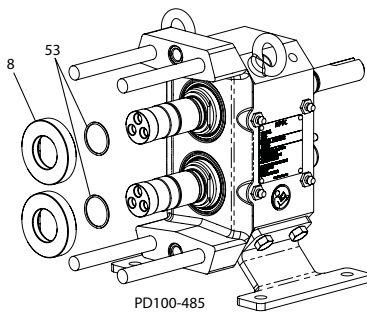

Figura 34 - Desmonte los asientos de los sellos
1. Desmonte de los ejes los asientos de los sellos (Figura 34, renglón 8). Sea cuidadoso a fin de evitar daños a los asientos y a los ejes.